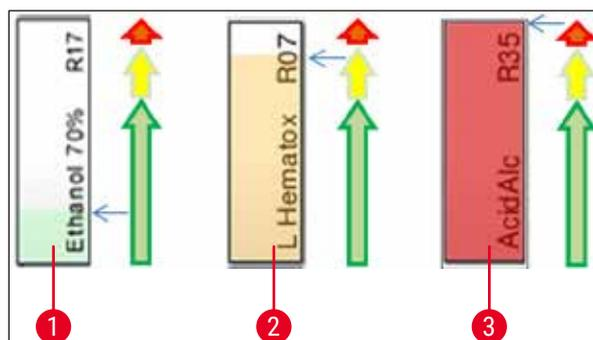

図 70
- 背景色 (→ 「図 70」)
- 背景色は試薬使用状態を示します (→「図 70」)。消費量が増加するにつれて、カラーバーが下から上へと次第に伸び、消費状況に応じて色も変化します。